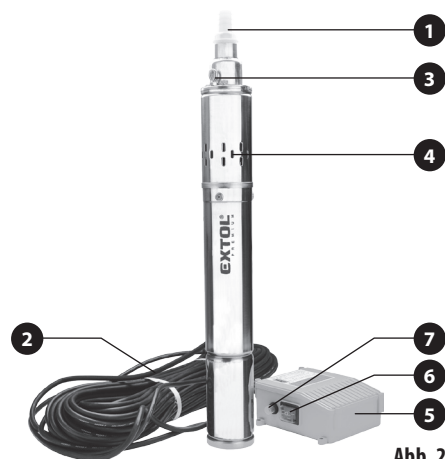

Abb. 2, Position-Beschreibung
1. Schrauben Sie den mitgelieferten Kunststoffschlauchanschluss in die Pumpenaustrittsöffnung für den Förderschlauch (Abb. 2, Position 1). Vor dem Anschrauben des Endstücks empfehlen wir ein Teflonband um das Gewinde zu wickeln, damit dies abgedichtet wird.
2. Überprüfen Sie, ob die Ansaugöffnungen der Pumpe sauber und frei sind (Abb. 2, Position 4). Wenn sie verschmutzt oder undurchlässig sind,
- Nehmen Sie die Pumpe in Betrieb, indem Sie den Betriebsschalter am Steuergerät (Abb. 2, Position 6) auf Position „I“ stellen.
- Falls die Pumpe überlastet wurde, hat der Sicherheitsschutz im Steuergerät angesprochen. Beseitigen Sie die Ursache der Überlastung und drücken Sie nach einer langen Pause (einige Minuten) die Taste am Steuergerät (Abb. 2, Position 7), um den Überlast- und Kurzschlusschutz zu deaktivieren.